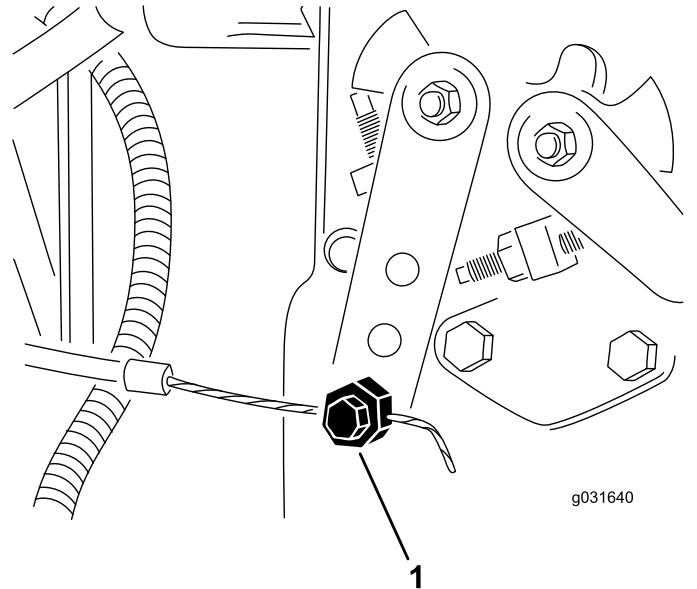

Bild 62
2. L sen Sie den Gaszug-Anschluss am Hebelarm der Einspritzpumpe. (Bild 62).